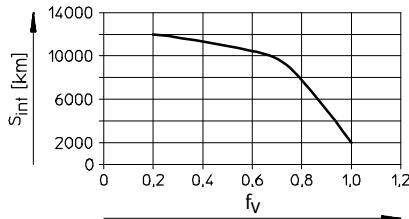

Fig. 8
- Si se da **uno** de estos factores, reducir a la mitad el intervalo de lubricación S_{int} (\Rightarrow Fig. 8).
- Calcular el factor de compensación de carga f_V con ayuda de la fórmula para cargas combinadas (→ 11 Especificaciones técnicas) y leer el intervalo de lubricación S_{int} (→ Fig. 8).